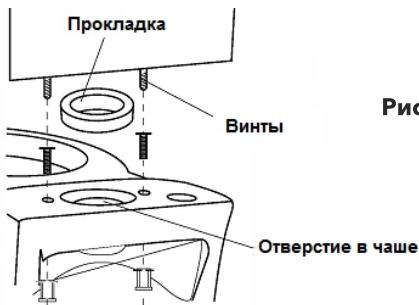

Рис. 3
3. Установите бачок на центрирующее устройство на входе в чашу. Надежно затяните винты, чтобы бачок был ровным (рис.3).